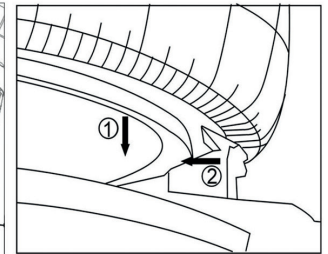

Bild 15b
- Bei Spannung außen (Bild 15b) erweitern Sie den Abstand der Backen (ca. 2-3 cm vom Felgenrand entfernt). Platzieren Sie das Rad auf der Drehscheibe, drücken Sie die Felge dicht an die Backen und drücken Sie das Pedal D sie zu spannen.